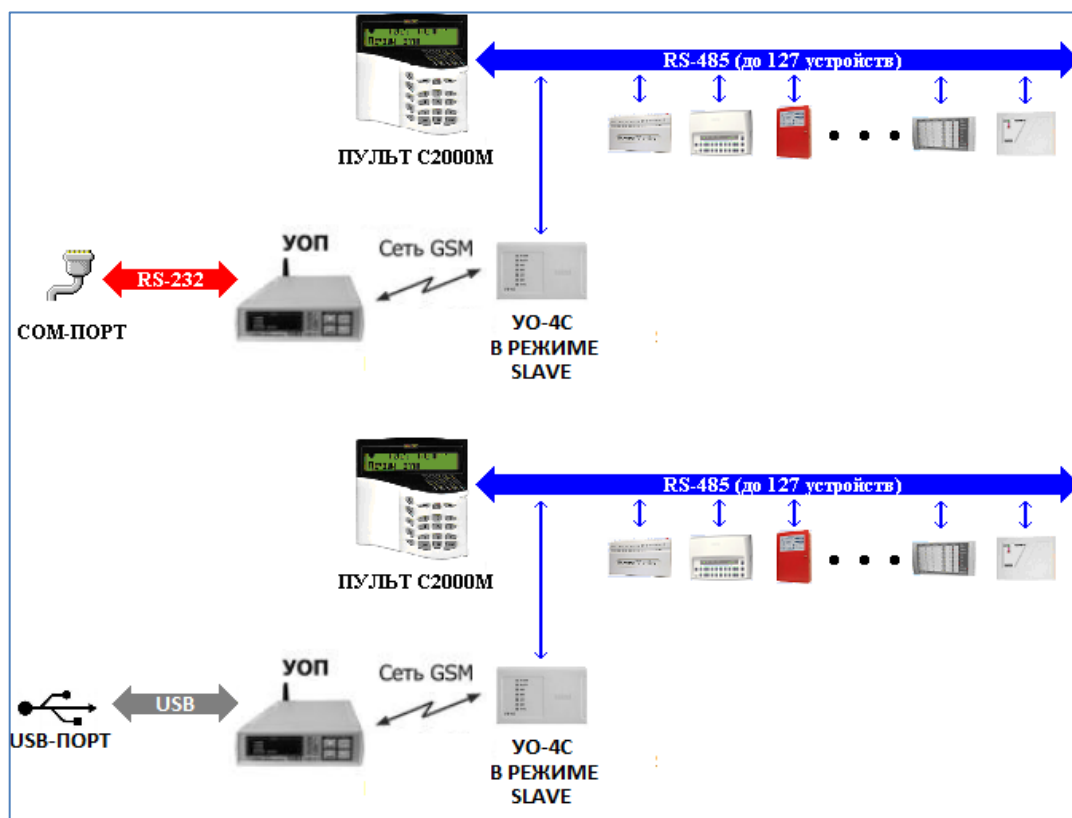

Рисунок 1-13 Подключение приборов для трансляции в АРМ "Орион Про" их событий. Протокол "Орион Про"
- Подключение приборов для трансляции в АРМ «Орион Про» их событий. Протокол «Орион Про» (см. Рисунок 1-13). В этом случае пульт «C2000М» ведет опрос приборов и транслирует их события в АРМ «Орион Про» через «УО-4С».